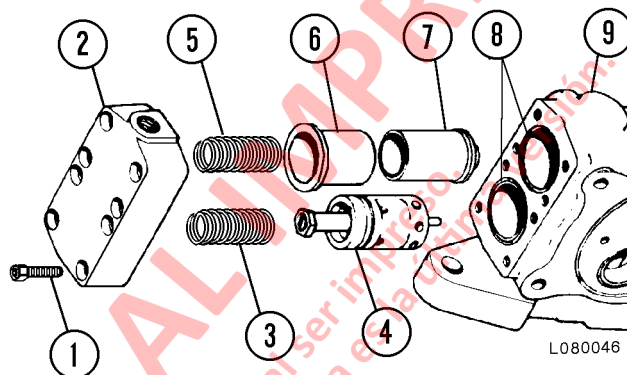

FIGURA 10-13. Secciones de entrada
- c. Desconecte el tubo de la cubierta de entrada (2, Figura 10-13). Desconecte la(s) manguera(s) del puerto superior.
- d. Retire los tornillos (1) y la cubierta (2). Retire los resortes (3) y la válvula de alivio (4).
- e. Instale una nueva válvula de alivio (4), resorte (3), cubierta (2) y O-rings nuevos (8). Instale y apriete los tornillos (1). Conecte el tubo al acople en la cubierta (2). Instale la(s) manguera(s) en el puerto superior.